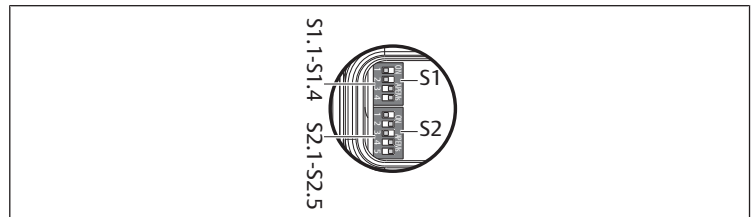

Fig. 5: Selettore DIP S2
2. Portare il selettore Dip S2.5 nella posizione desiderata. Ved. → Fig. 5.